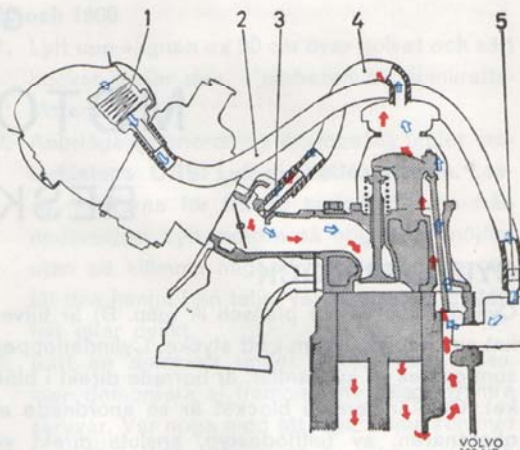

Bild 21. Positiv vevhusventilation, B 20
Mellan ventilkåpan och insugningsröret finns en slang (4, bild 21). Anslutningen till insugningsröret sker med en kalibrerad nippel (3). (Denna nippel ska rengöras var 40 000 km). Mellan oljefällan, som är ansluten till vevhuset, och luftfiltret är en slang (2) ansluten för frisklufttillförseln. Vid anslutningen till oljefällan finns ett flamskydd (5), som består av ett metallfilter. Det undertryck i insugningsröret som uppstår vid körning av motorn åstadkommer ett undertryck i ventilkåpa och vevhus genom slangen (4). Friskluft tillförs vevhuset genom luftfiltret via slangen (2).